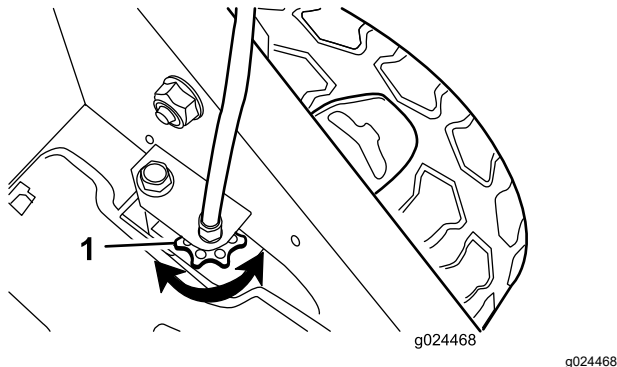

Figura 22
- Si las ruedas no giran al apretar la barra de autopropulsión, la correa de transmisión está demasiado floja. Gire el mando de control de la transmisión de las ruedas (Figura 22) una vuelta en sentido horario y repita los pasos 4 a 6.
transmisión está demasiado apretada. Gire el mando de control de la transmisión de las ruedas (Figura 22) una vuelta en sentido antihorario y repita los pasos 4 a 6.